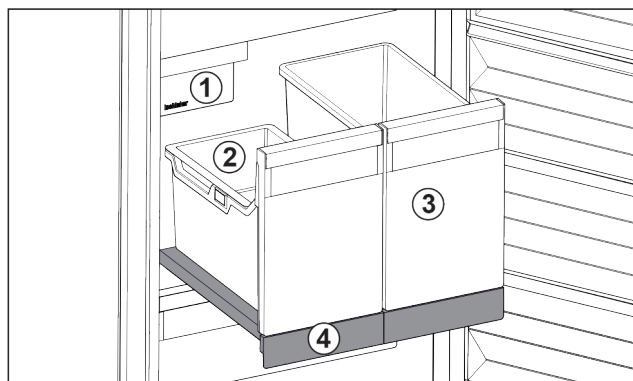

Fig. 24 Uitschuifplateau met IceTower
Op het uitschuifplateau bevinden zich twee hoge bakken (IceTower). In de bak Fig. 24 (2) worden ijsblokjes uit de IceMaker verzameld en bewaard. Bak Fig. 24 (3) is geschikt voor het bewaren van hoge levensmiddelen zoals pizza's of alcoholische dranken.